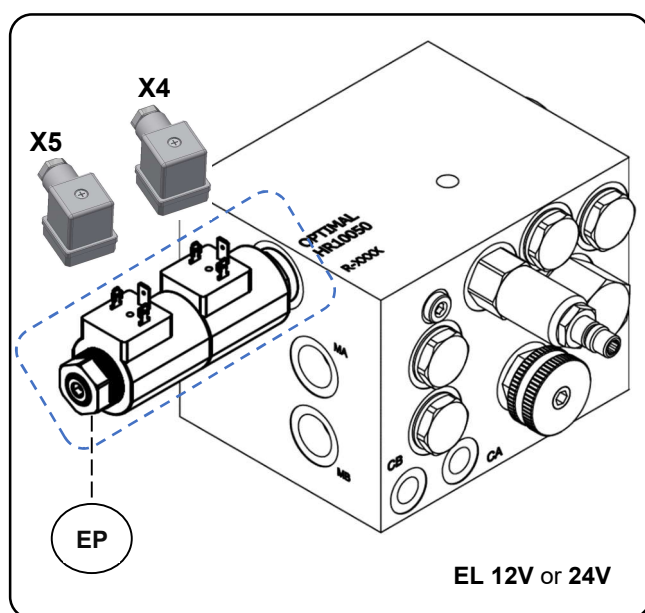
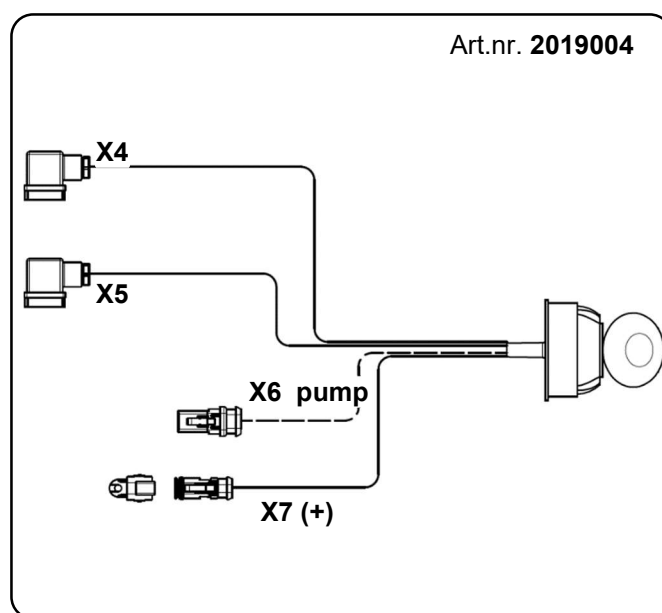

Bild.16
Bild.17
Redskapsbärarens 3:e (PA & PB) funktion i kombination med en ventilpatron, 2st elspolar (EP) (12V eller 24V) - se Bild.16, samt ett kablage monterat på sopvalsen - se Bild.17. Dessa används för att styra sopvalsens svängfunktion.